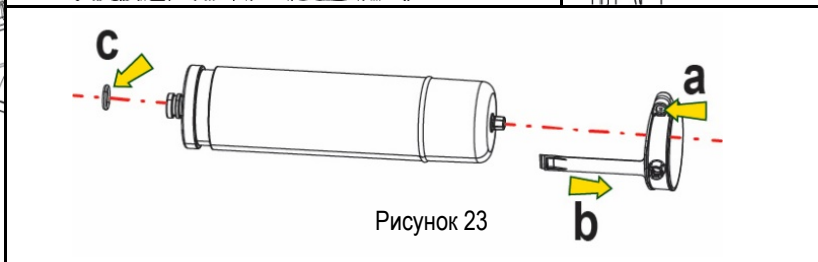

Рисунок 23
7. Ослабьте винт (Рис. 23А) для освобождения кольца расширительного бака.